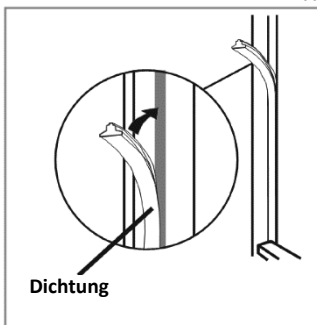

Abb.12
- Füllen Sie die Lücke der scharnierlosen Seite mithilfe des bereitgestellten Dichtstreifens, wie in Abb.12 dargestellt.